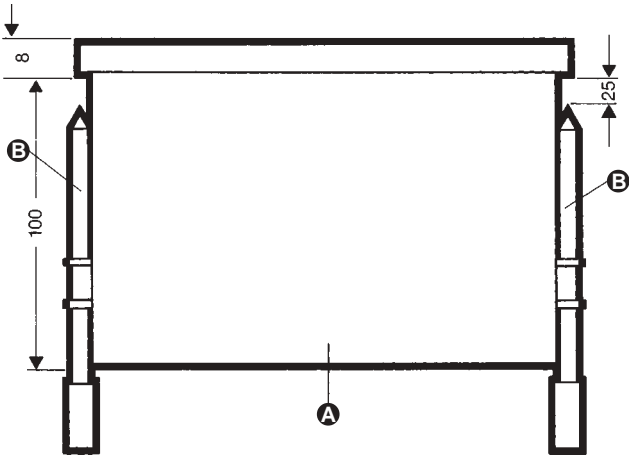

Fig. 1
1. Einschuböffnung DIN 43700, 138 x 68 in Schaltschrank oder Schalttafel schneiden. Tafelstärke maximal 15 mm (Fig. 1).
1. Provide panel cut-out 138 mm x 68 mm (DIN 43700) in control cabinet or panel. Maximum panel thickness 15 mm (Fig. 1).
1. Couper l'ouverture 138 x 68 (DIN 43700) dans l'armoire ou le panneau de contrôle. Épaisseur max. du panneau 15 mm (Fig. 1).
1. Cortar una ventana de montaje según DIN 43700 (138 x 68) en el cuadro o armario de maniobra. Espesor máximo del panel, 15 mm (Fig. 1).